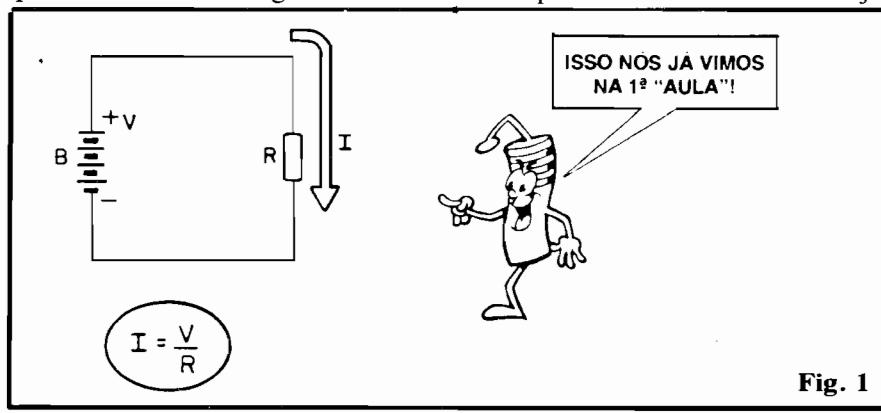

Fig. 1
- FIG. 1 - Recordando: um Resistor comum, “fixo”, “R”, submetido a uma Tensão “V”, proveniente - por exemplo - de pilhas ou bateria “B”, é automaticamente percorrido por uma Corrente “I”, cujo valor ou “tamanho” (em Ampères) é rigidamente determinado pela Tensão “V” (em Volts) dividida pela Resistência “R” (em Ohms). Supondo então que a bateria B da figura mostra 9V em seus terminais, e sabendo que o Resistor R tem um valor ôhmico de 100, temos certeza de que a Corrente I tem o valor de 90mA (0,09A). Se alguém aí “duvida”, é só “fazer a conta”... Essa “certeza” baseia-se no fato, principalmente, do Resistor ter um valor “imutável”, ou seja: ele é construído, como componente, para NÃO SOFRER influências externas, mantendo seu valor com bastante rigidez e precisão, sotto quaisquer das circunstâncias previsíveis - que tenha que “enfrentar”! NA VERDADE, o valor ôhmico de R varia, sim, devido a fatores como: a TEMPERATURA, a PRESSÃO (exercida sobre ele pelo meio/fluído onde esteja,